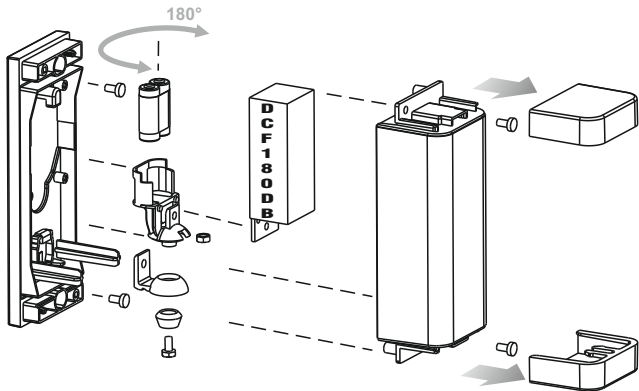

FIG. 1
Fissare la fotocellula ed effettuare i collegamenti come in **Fig. 1 (RX)** **Fig. 2 (TX)**.
Fix the photocells and make connections as shown in **Fig. 1 (RX)** **Fig. 2 (TX)**. Cover the photocell with the front part and secure with the screws provided. Pass across the photocell range several times, to check relay response.
Fixer la cellule photoélectrique et effectuer les branchements comme indiqué sur la **Fig. 1 (RX) Fig. 2 (TX)**. Couvrir la cellule photoélectrique à l'aide du panneau avant et fixer ce dernier à l'aide des vis fournies en équipement. Couper le rayon plusieurs fois et contrôler la bonne réponse du relais.